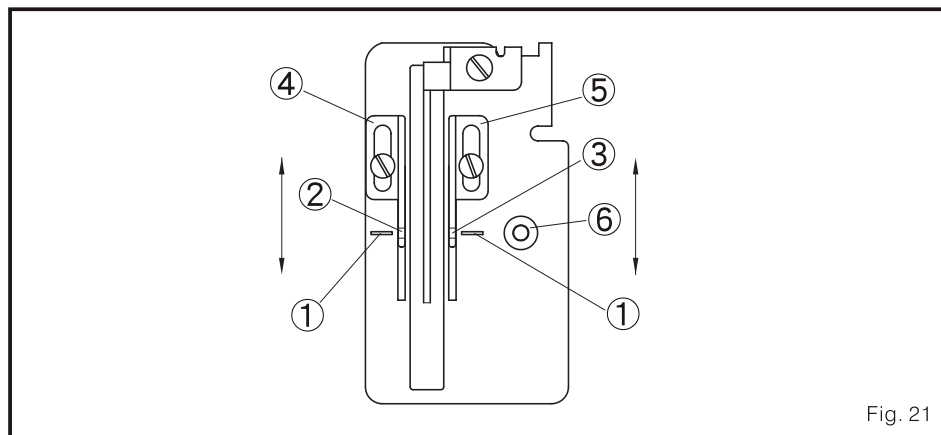

Fig. 21
1. A marca 1 no apoio deve estar alinhada com os buracos para fio 2 e 3 (Fig. 21)